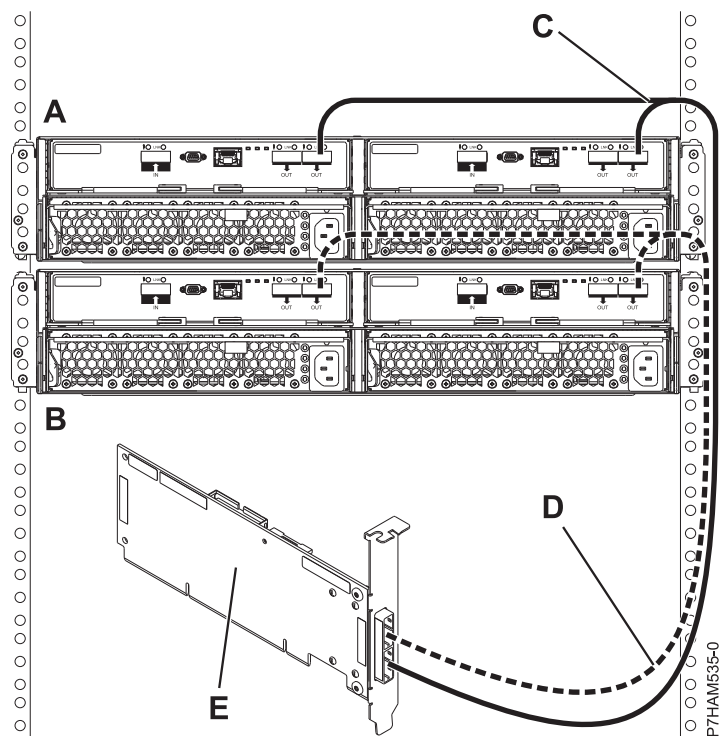

図 36. 単一 SAS アダプターへの YO ケーブルを使用した、2 台の 5887 ディスク・ドライブ・エンクロージャーのモード 1 接続
10. 87 ページの図 36 に示すように、単一 SAS アダプター (E) への YO ケーブル (C および D) を使用した、2 台の 5887 ディスク・ドライブ・エンクロージャー (A および B) のモード 1 接続を行います。